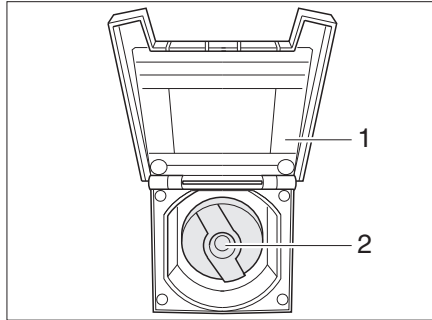

Fig. 338 Tapa de cierre para el tubo de llenado de agua potable
- Abrir la tapa (Fig. 338,1) para el tubo de llenado de agua potable. La tapa se sujeta magnéticamente al exterior del vehículo.
- Introducir la llave en el cilindro de cierre (Fig. 338,2) y girarla un cuarto de vuelta en sentido contrario a las agujas del reloj.
- Abrir el tubo de llenado de agua potable (Fig. 338).